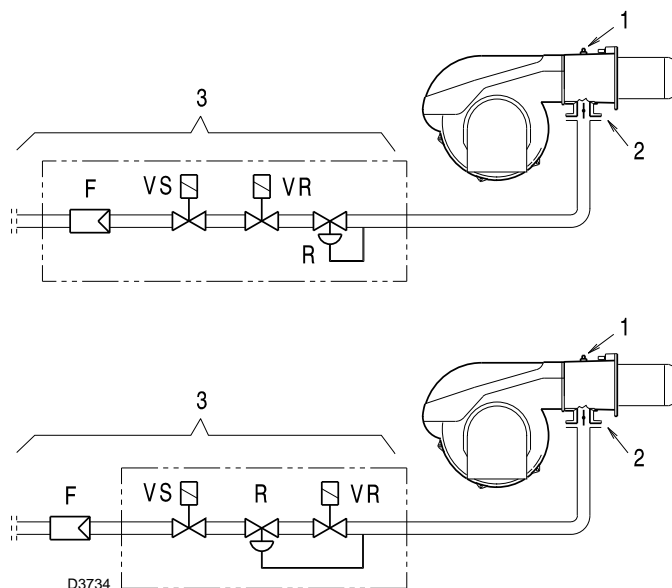

图 23
测试点 1)(图 23) 处测得的燃气压力，此时：
燃气蝶阀 2)(图 23) 处的压力损失，此时蝶阀为全开位置，开启角度为：90°。
– 用测试点 1) (图 23) 测得的燃气压力减去炉膛背压。
测试点 1) (图 23) 处燃气压力=11.7 mbar
计算测试点 1) (图 23) 处所需燃气压力，将燃烧器以最大出力运行：
- 读出右边栏 1 所示测试点 1) (图 23)。
测试点 1) (图 23) 处所需压力。